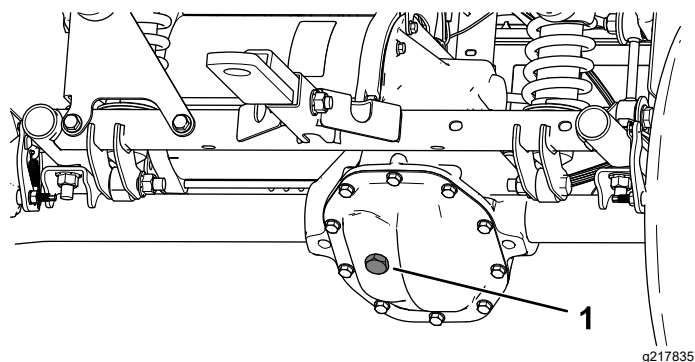

Figura 47
4. Retire el tapón de llenado del transeje (Figura 47).
4. Retire el tapón de llenado del transeje, y llene el transeje con el fluido especificado hasta que salga del orificio de llenado (Figura 47).
5. Si el nivel de fluido es bajo, retire el tapón de llenado y añada el fluido especificado hasta que salga del orificio (Figura 47).